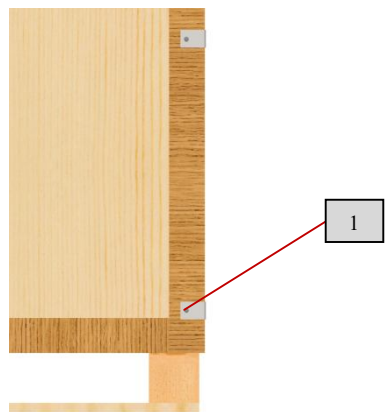
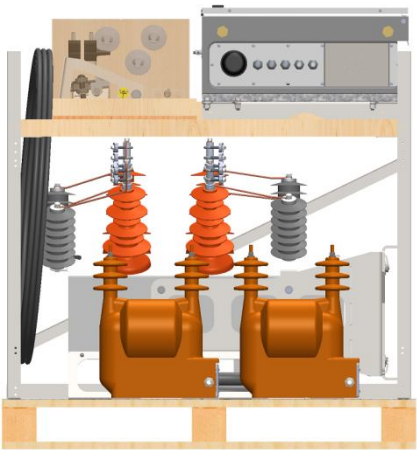

Рис.11 Демонтаж бортов и верхней части упаковки
Рис.12 Вид упаковки без бортов
После доставки реклоузера на место монтажа необходимо его распаковать. Распаковку следует осуществлять в описанной ниже последовательности. Открутить саморезы (1), которые скрепляют борта коробки с поддоном (рис.11). Снять коробку как показано на рис.12.